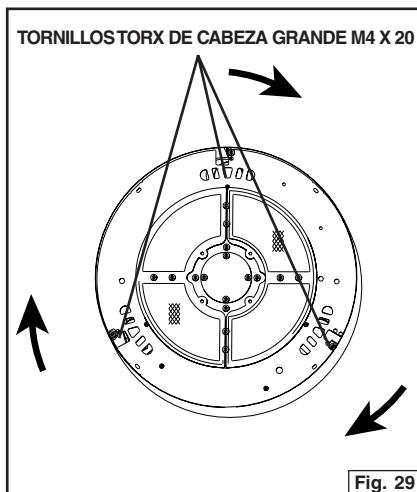

Fig. 29
2. Gire la envoltura decorativa de tal manera que los orificios de la envoltura coincidan con los orificios de la brida. Asegure la envoltura con (3) tornillos Torx M4 x 20 de cabeza grande. Fig.29. Retire el recubrimiento protector. Repita para la segunda envoltura.